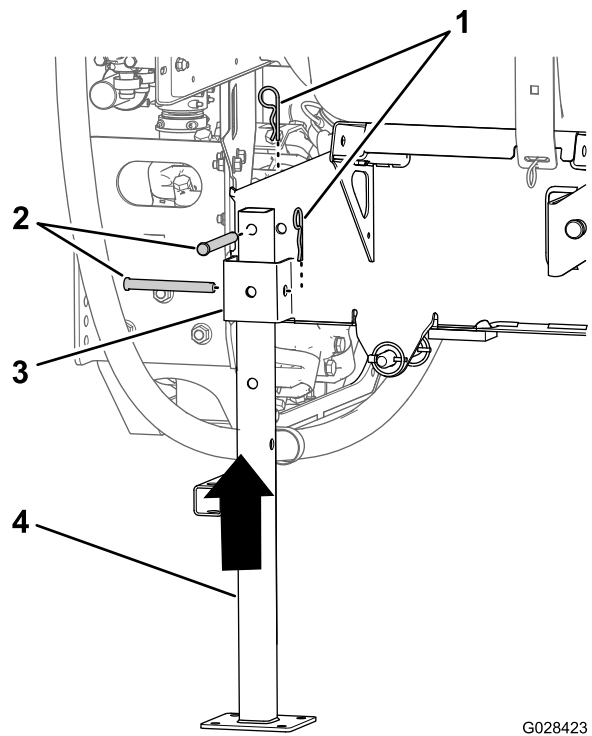

Figura 100
5. Aliniați suportul de cric posterior cu receptorul suportului de cric posterior (Figura 100).
6. Aliniați orificiul din partea de sus a suportului de cric cu orificiul din cadrul saniei rezervorului (Figura 100)
7. Fixați suportul de cric pe receptor și cadru cu 2 știfturi cu cap și gaură pentru cui spintecat ($\frac{1}{2} \times 4 \frac{1}{2}''$) și 2 știfturi în formă de agrafă ($\frac{5}{32} \times 2 \frac{5}{8}''$), așa cum este indicat în Figura 100.